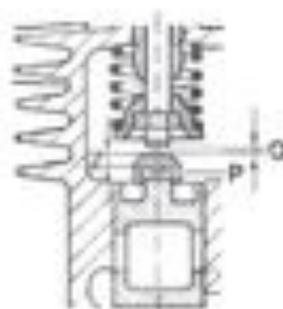

Bild 5
Ventilspiel (O, Bild 5) mit einer Fühlerlehre zwischen Ventilschaft und Ventilkopf messen. Der Stößel muss auf seinem Totpunkt stehen, d.h. das Ventil muss geschlossen sein. Die Stößelköpfe gibt es in verschiedenen Bodendicken (Z), in Abstufungen von 0,20mm. Bei Bestellung gewünschte Bodendicke (Z, Bild 5) angeben. Ferner gibt es noch Ausgleichscheiben (F) 0,1mm dick. Durch Auswechseln der Stößelköpfe und Belegen einer evtl. erforderlichen Ausgleichscheibe (F) wird das Ventilspiel eingestellt.